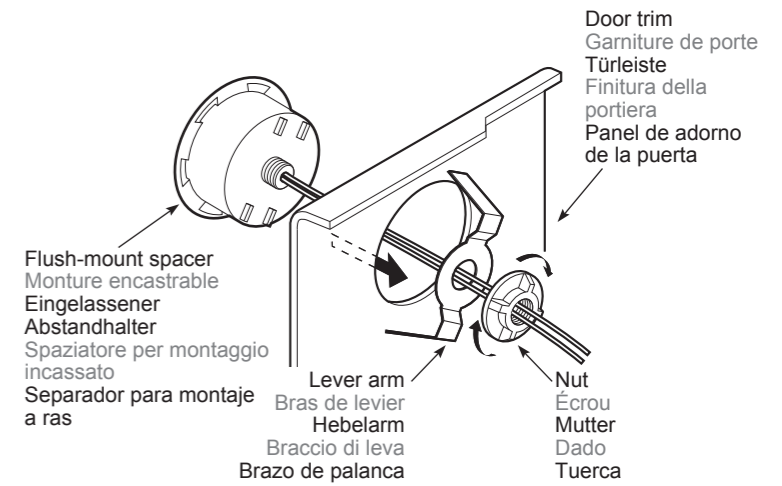

Figure 3 / Figure 3 / Abbildung 3 / figura 3 / Figura 3
- Fit the lever arm from the back of the door trim and fix the flush-mount spacer firmly to the door trim with the nut. (Figure 3)
- Ajustez le bras de levier par le dos de la garniture de porte et fixer solidement la monture encastrable à la garniture de porte avec l'écrou. (Figure 3)
- Befestigen Sie den Hebelarm auf der Rückseite der Türleiste, und befestigen Sie den eingelassenen Abstandhalter mit der Mutter fest an der Türleiste. (Abbildung 3)